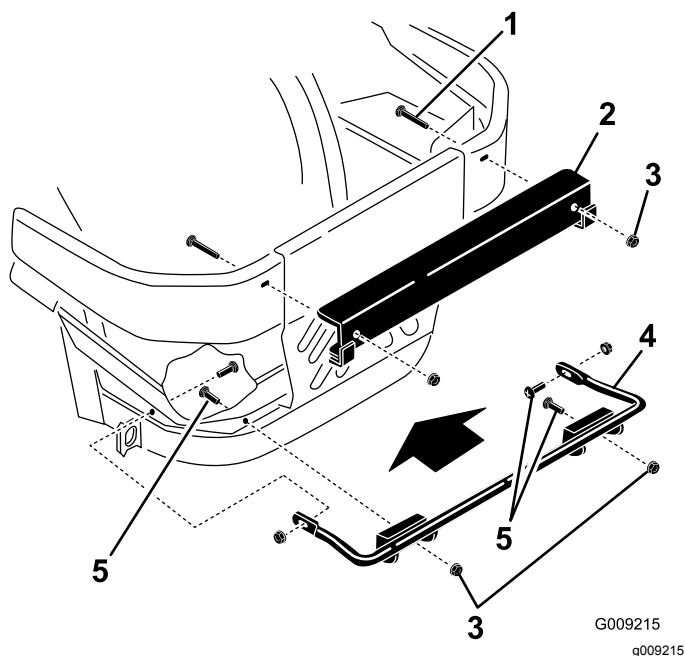

Figure 6
- Fixez le support de montage inférieur sous le cadre de la machine à l'aide de 4 boulons de carrosserie (3/8" x 1 1/4") et 4 écrous à embase (3/8"), comme montré à la Figure 6.
- Fixez le support supérieur sur les pare-chocs gauche et droit à l'aide de 2 vis de carrosserie (1/2" x 2 1/2") et 2 écrous à embase (1/2"), comme montré à la Figure 6.